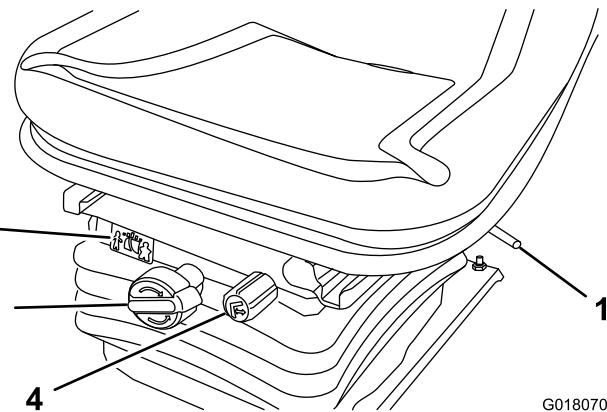

Bild 2
- Einstellhebel: Verstellen des Sitzes nach vorne oder hinten (Bild 2).
- Gewichtseinstellhandrad: Einstellen des Bedienergewichts (Bild 2).
- Gewichtsanzeige: Gibt an, wenn der Sitz auf das Gewicht des Bedieners eingestellt ist (Bild 2).
- Höheneinstellhandrad: Einstellen auf die Größe des Bedieners (Bild 2).